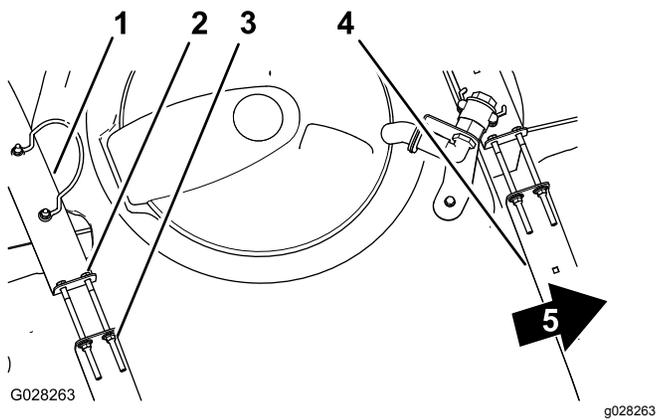

图21
2. 检查药缸箍带与药缸之间是否有任何活动图21。
3. 如果药缸箍带与药缸之间有松动应拧紧箍带顶部的凸缘锁紧螺母和螺栓直到箍带与药缸表面齐平图21。